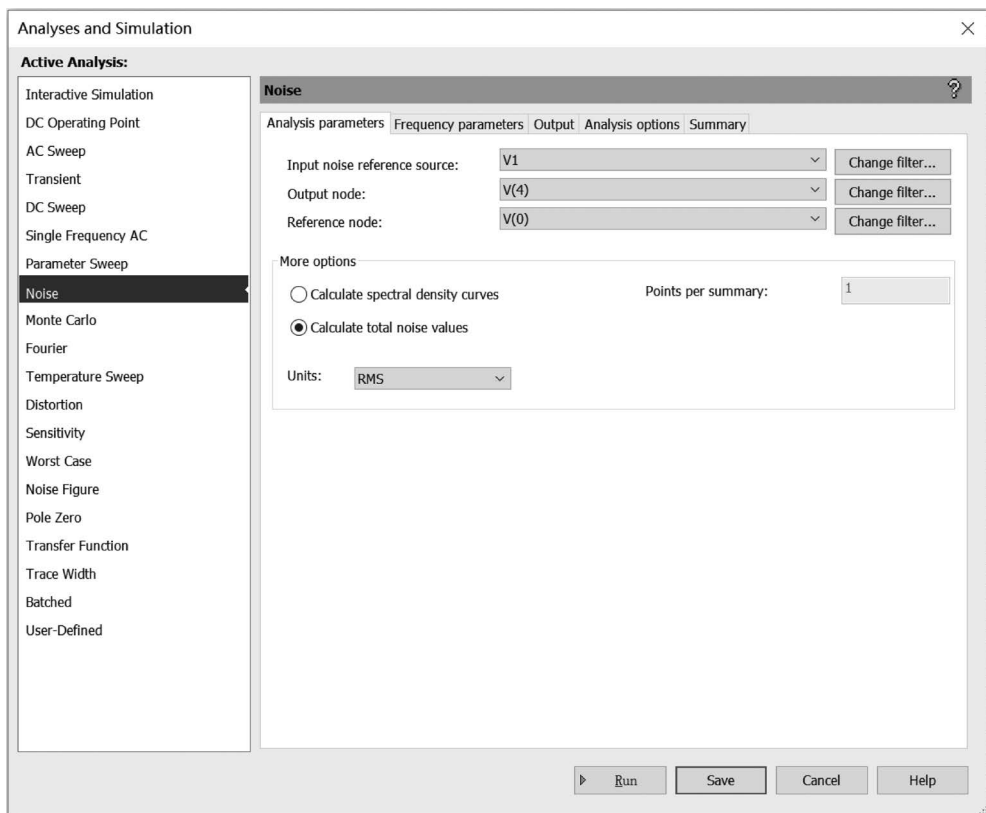

图 5.6.1 Noise 对话框中的 Analysis parameters 选项卡
(1) 在电路工作窗口创建需进行分析的电路,单击菜单栏中 Edit 菜单下 Properties 命令,在 Sheet Visibility 选项卡下,选定 Net names 中的 Show all 的设置,把电路中的节点标志显示到电路图上。
(2) 单击 Simulate/Analyses and Simulation/Noise 命令,打开 Noise 对话框,如图 5.6.1 所示,在 Analysis parameters 选项卡中设置分析参数。